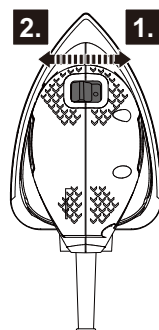

Fig. 4
- > Deslice el interruptor de encendido/apagado (1) hacia la derecha (visto desde la posición del operador) para encender el producto (el símbolo "I" queda expuesto) (Fig. 4).
- > Deslice el interruptor de encendido/apagado (4) hacia la izquierda (visto desde la posición del operador) para apagar el producto (el símbolo "O" queda expuesto) (Fig. 4).